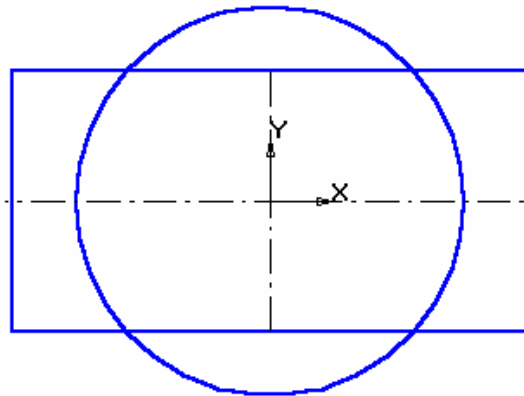

Рис. 4.14.
3. Побудуйте коло радіусом 45 мм без відтворення осей, активізувавши для цього кнопку *Введення кола*. Побудований креслення наведено на рис. 4.14.